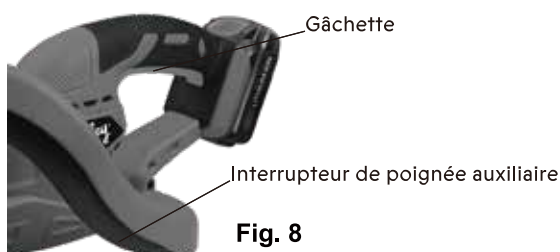

Fig. 8
Tenir l'outil par la poignée auxiliaire (1) (Fig. 8) en serrant suffisamment pour activer l'interrupteur et ensuite, avec l'autre main, presser simultanément l'interrupteur à gâchette (2) (Fig. 8).